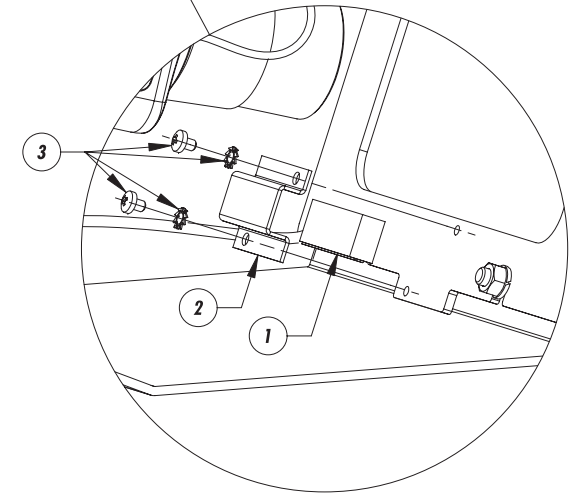
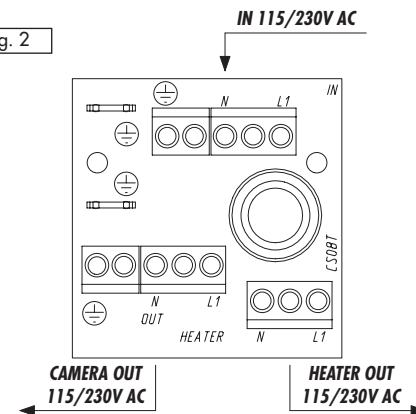

Fig. 2
Fig. 3
- Effettuare le connessioni elettriche della resistenza sul morsetto HEATER del circuito di appoggio (Fig. 2 per versione 115/230V AC, Fig. 3 per versione 12V DC/24V AC).
- Effectuer les connexions électriques de la résistance sur la borne HEATER du circuit d'appui (Fig. 2 pour la version 115/230V AC, Fig. 3 pour la version 12V DC/24V AC).
- Make the electric connections of the resistance to the terminal HEATER on the support circuit (Fig. 2 for version 115/230V AC, Fig. 3 for version 12V DC/24V AC).
- Die Elektrische Verbindungen des Widerstandes auf der HEATER Klemme des Kreislaufs ausführen (Fig. 2 für 115/230V AC- Version, Fig. 3 für 12V DC/24V AC- Version).